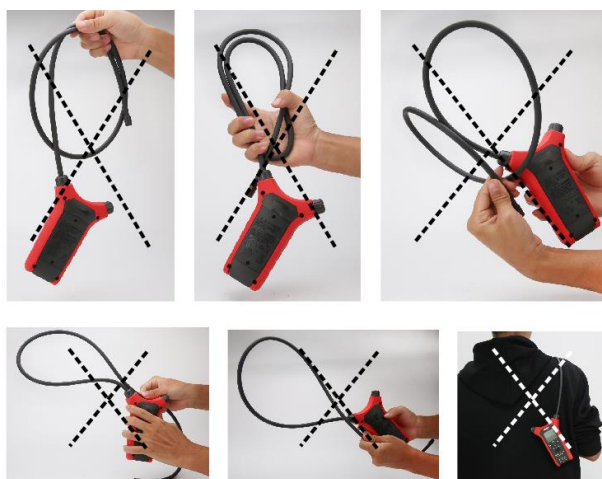

Figure 2.4
- 7) Ne pas effectuer les opérations incorrectes suivantes. (voir Figure 2.4)